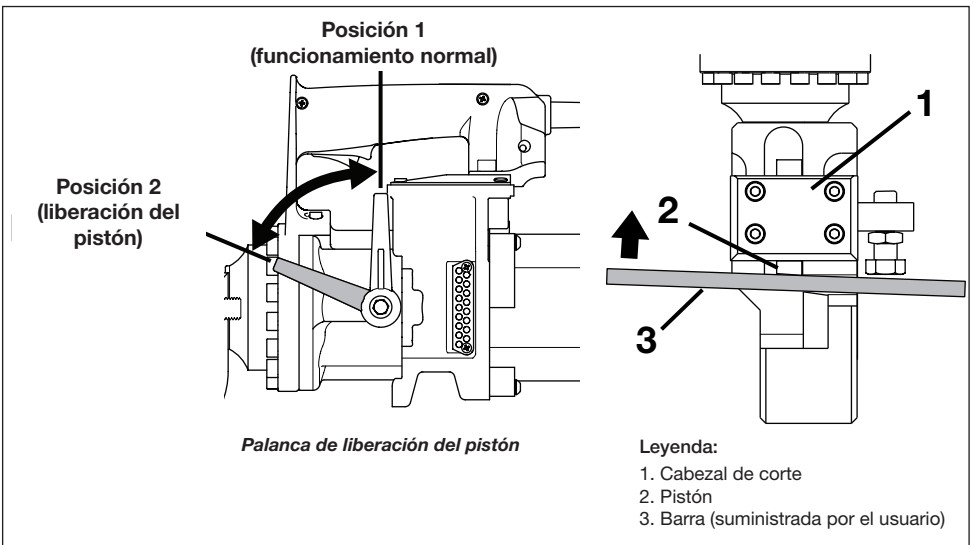

Figura 11, Procedimiento de retracción manual del pistón
3. Gire la palanca de liberación del pistón en sentido contrario a las agujas del reloj para liberar el pistón manualmente. Véase Figura 11, posición 2.
4. Usando una barra rígida de acero, empuje manualmente el pistón en el cortabarras hasta que haya regresado a la posición "inicial". Véase la Figura 11, pieza 3. Esto debe desprender la suciedad u otro material que haya impedido que el pistón de regrese durante el funcionamiento normal.
5. Gire la palanca de liberación del pistón completamente en sentido de las agujas del reloj para volver a poner el cortabarras a funcionamiento normal. Véase Figura 11, posición 1.
8. Limpie la parte expuesta del pistón. Elimine cualquier resto de suciedad, virutas o residuos de esta área. Véase Figura 11, pieza 2.